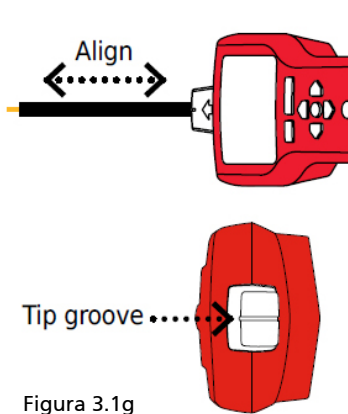

Figura 3.1g
5. Posicionamiento del receptor: Para obtener mejores resultados, alinee la marca del sensor de punta con la dirección del cable como se muestra. Si no se alinea correctamente, es posible que se pierda la señal. (Consulte la Figura 3.1g).